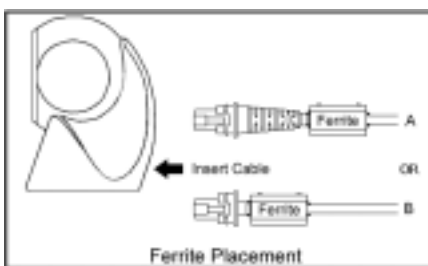

图 1
3. 将电缆放入扼流圈其中一半的插槽中。将铁氧体扼流圈安装在数据 / 电源电缆末端附近（参看图 1）。